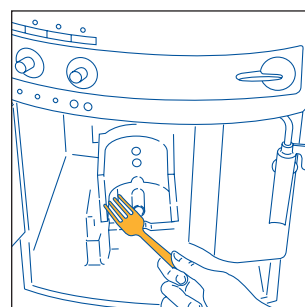

Fig.30
- Rengjør innsiden av maskinen godt. For å fjerne kaffe som har satt seg fast i de indre delene, bruk en gaffel (fig. 30) og støvsuger deretter restene med en støvsuger (fig. 31).